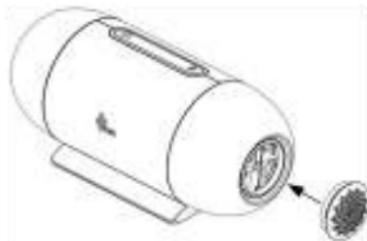

Fig. 11-2
(2) Installez le bouchon du filtre qui contient le filtre à air à l'appareil principal, comme indiqué à la Fig. 11-2.